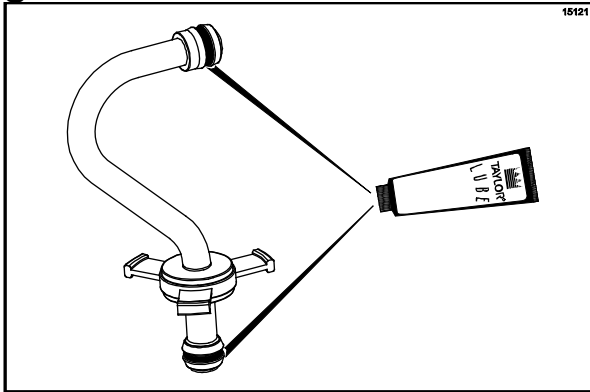

Figure 153
11. Installer un joint torique rouge à chaque bout du tube d'alimentation de mélange et lubrifier abondamment (Cf. Figure 153).